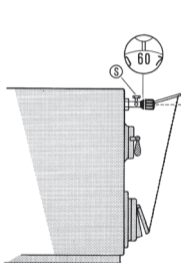

Рис. 1 / Fig. 1 / Fig. 1:
При **горизонтальном монтаже** винт с шестигранной головкой (S) должен быть направлен вертикально вверх. При настройке следует ориентироваться на **красные цифры** и **красную отметку** (см. рис. 1).
The controller can be installed either vertically or horizontally. When **installed horizontally**, the hexagon screw (S) must point upwards. For control in this position, the **red figures** and the **red mark** are used (Fig. 1).
Le régulateur peut être monté en position horizontale ou verticale. Pour le **montage horizontal**, la vis 6 pans (S) occupe une position verticale. Les **chiffres et les repères rouges** servent au réglage (Fig. 1).
Требуемую температуру среды в подающем трубопроводе устанавливают поворотным регулятором, после чего котёл медленно нагревают до достижения заданной температуры. Расположите рычаг таким образом, чтобы его короткая часть с отверстием для цепи была **направлена вперёд и находилась примерно в горизонтальном положении** (показано штрихом на рис. 1 и 2), причём, по возможности, точно над точкой крепления цепи на воздушном клапане.
Set required flow temperature using the knob. Allow the boiler to heat up slowly until the set temperature is reached. Arrange the lever arm so that short section with the bore for the chain **points to the front, lies approximately horizontal (dotted line in Figs. 1 and 2) and is positioned as precisely as possible over the chain mounting point.**
La température du départ désirée est réglée à l'aide du bouton de réglage ; monter progressivement la température de la chaudière jusqu'à ce que la température affichée soit atteinte. A partir de ce moment, le levier peut être positionné horizontalement et verticalement, de façon à ce que la section la plus courte, portant le trou de fixation de la chaînette, soit dirigée **vers l'avant dans une position approximativement horizontale (ligne discontinue fig. 1 et 2), de sorte qu'elle soit alignée avec la fixation de la porte de tirage.** Ce réglage effectué, immobiliser en serrant la vis de fixation (2). Veiller à ce que la vis prenne appui sur une face plate et non sur un angle du levier. En dernier lieu, régler la chaînette de telle sorte que la porte d'aération maintienne une ouverture d'environ 1 mm au moment où la température affichée est atteinte.